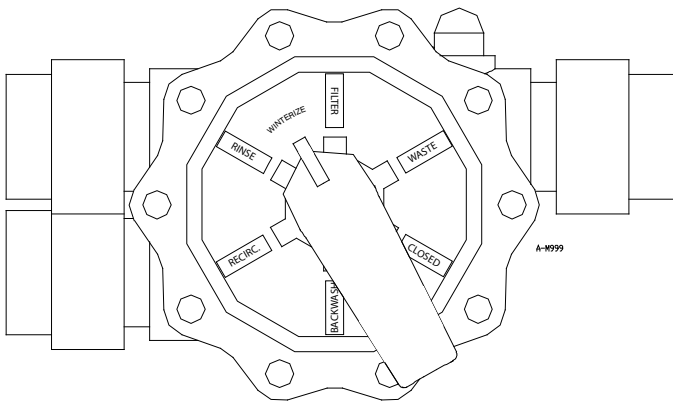

Figure 13
- Press the valve handle and rotate the pointer to the WINTERIZE position (Figure 13). This will drain any remaining water from the valve. Leave the handle in this position during the winter.
7. Appuyer sur la poignée de la soupape et faire tourner le pointeur à la position WINTERIZE (Hivérisation) (Figure 13). Cette procédure drainera le restant d'eau de la soupape. Laisser la poignée à cette position pendant l'hiver.